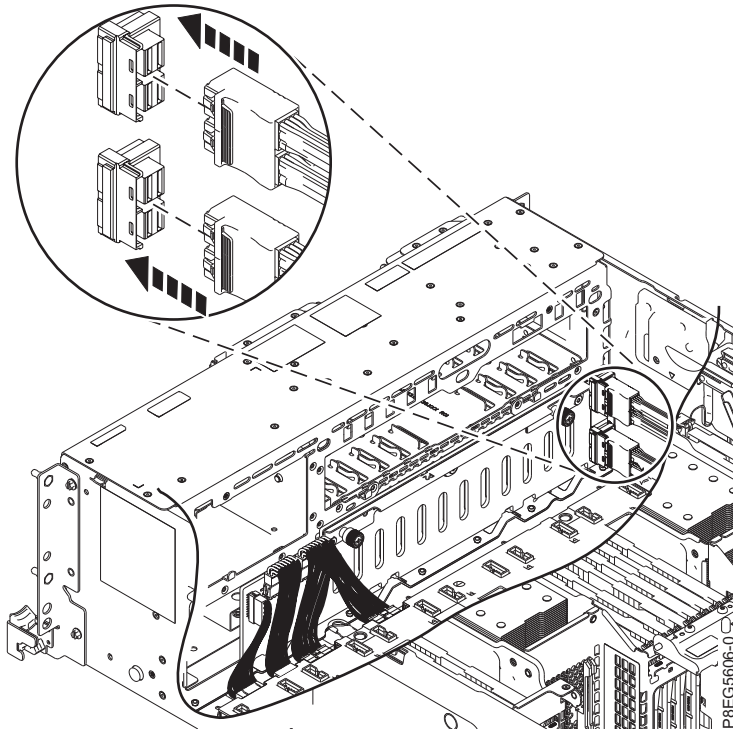

Abbildung 8. Erneutes Anschließen der vorderen SAS-Kabel
6. Schließen Sie die vorderen SAS-Kabel erneut an die Plattenlaufwerksrückwandplatine an (wie dargestellt in Abb. 8 auf Seite 10). Drücken Sie die Anschlüsse, bis die Verriegelung einrastet. Ordnen Sie die Kabel an der Seite des Chassis an.